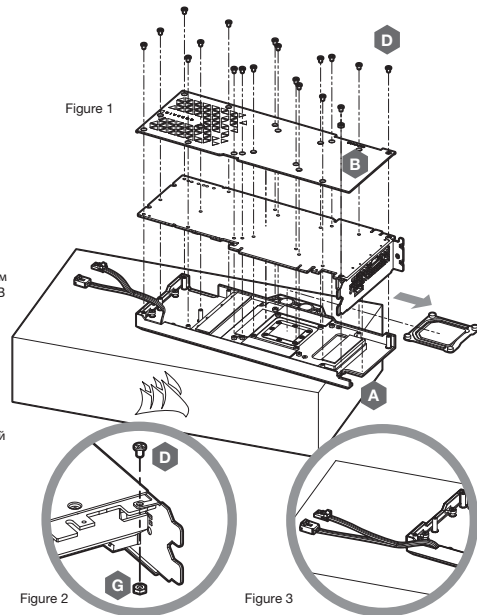

Figure 2
5. Некоторые видеокарты, в частности модели NVIDIA® GEFORCE®, также требуют закрепления кронштейна ввода-вывода к плате после установки кулера, купленного позже. Закрепите этот кронштейн, используя прилагаемый винт M2.5 x 5 и гайку M2.5 (показаны на рис. 2).